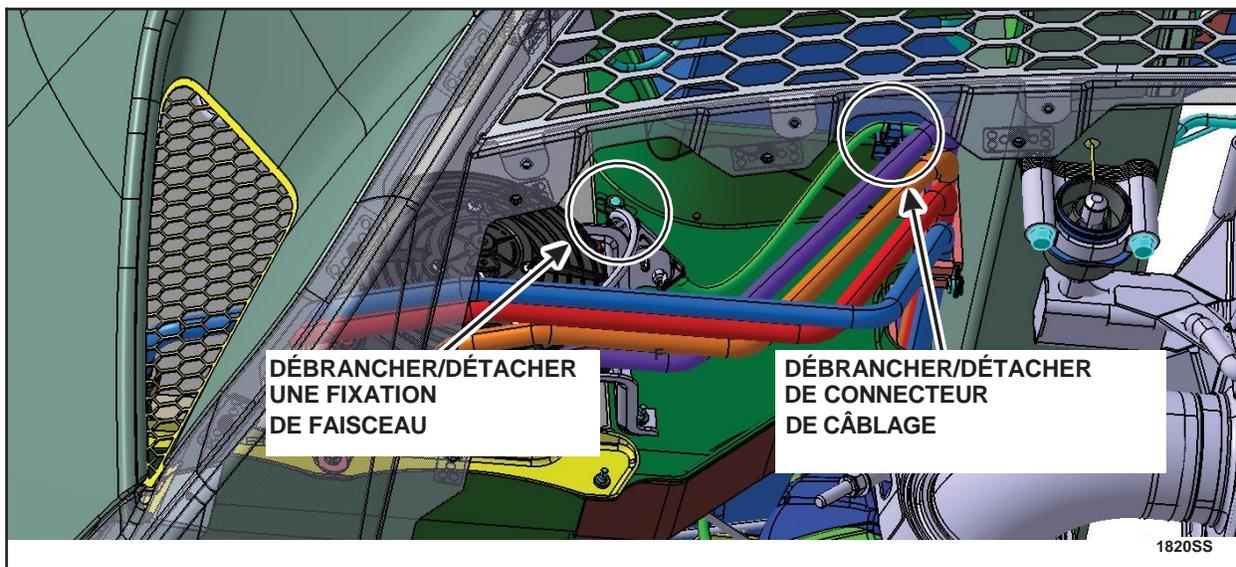

FIGURE 3
5. Débrancher le connecteur du ventilateur et détacher la fixation du faisceau de câblage. (Figure 3)